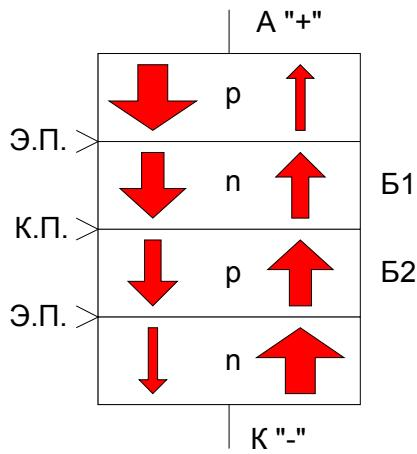

Рис. 109
1) Устройство и принцип действия динисторов. Наружная р-область и вывод от неё называется анодом (смотрите Рис. 109).